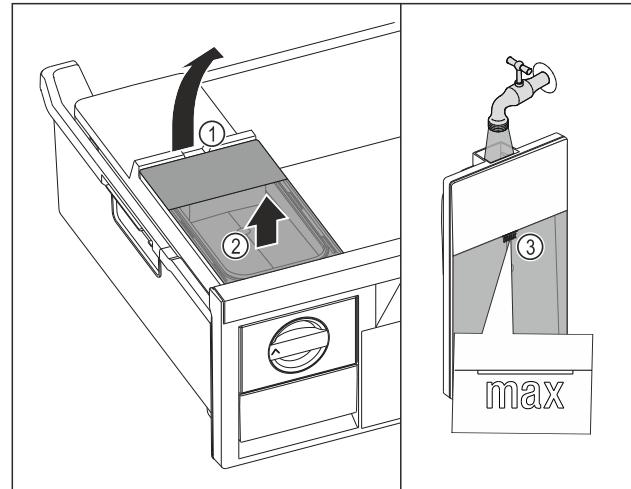

Fig. 67
- Nádržku na vodu nadvihnite za vybranie Fig. 67 (1).
- Nádržku na vodu odoberte nahor. Fig. 67 (2)
- Nádržku na vodu napláňte pitnou vodou po značke Fig. 67 (3).